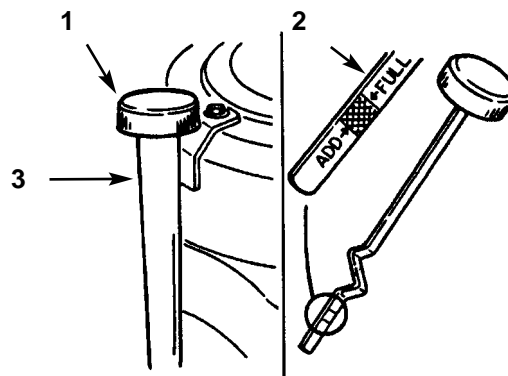

Figure 20
3. Nettoyer la surface autour de la jauge d'huile (Fig. 20) pour éliminer les saletés qui pourraient tomber dans le trou de remplissage et endommager le moteur.
4. Dévisser la jauge et essuyer la tige sur un chiffon propre (Fig. 20).
7. Verser lentement 80% approx. de la quantité d'huile spécifiée dans le trou de remplissage (Fig. 20). Contrôler alors le niveau d'huile; se reporter à la section *Contrôle du niveau d'huile*.
3. Appliquer une fine couche d'huile neuve sur le joint en caoutchouc du filtre de rechange (Fig. 20).